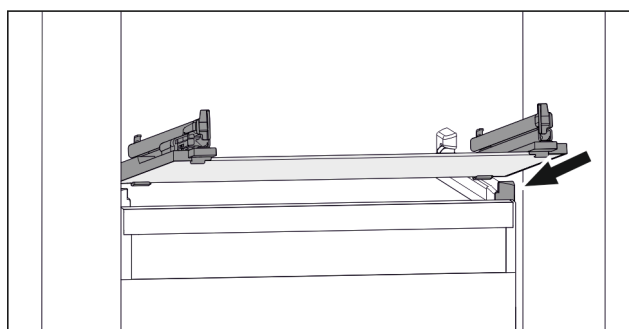

Fig. 101 Beispielhafte Darstellung der Glasplatte
- ▶ Glasplatte schräg hinter den Stopperrn aufsetzen. (zie Fig. 101)